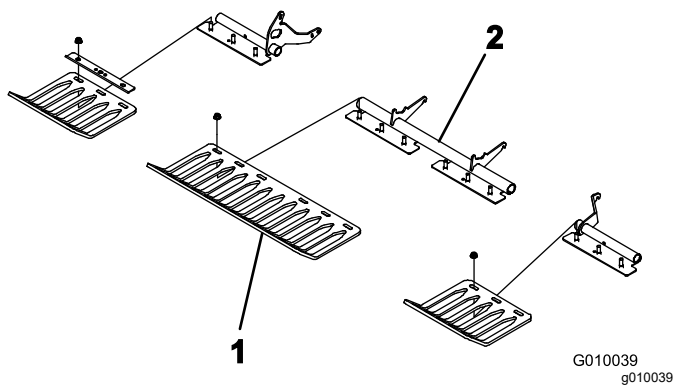

图 23
4. 使用 4 个护草板夹具和 12 个凸缘螺母将护草板松松地安装到护草板支架上图 23。切勿将紧固件拧得过紧。
注意 出厂时附带的护草板夹具和凸缘螺母固定到护草板支架图 23。